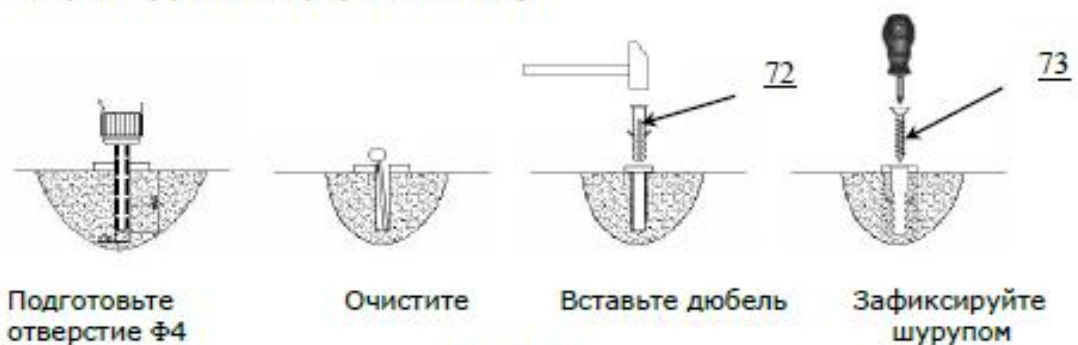

Рис. 36
2. Зафиксируйте кожух (См. Рис. 36).